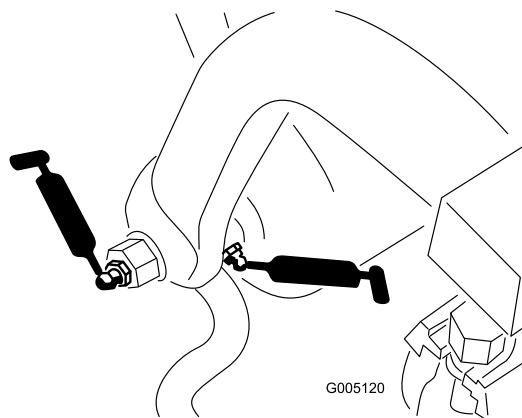

図 33
- プルフレームのシャフトとローラ12 か所 **図 33**